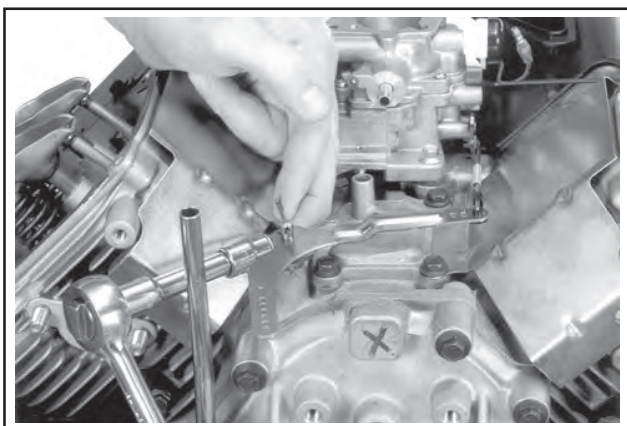

Abbildung 11-82. Dichtung und Anzug Reglerarm.
4. Einen Nagel in die Öffnung am Wellenende einstecken und die Welle so lange wie möglich **im Gegenuhrzeigersinn** drehen, dann die Sechskantmutter fest auf **6,8 N·m (60 Zoll lb)** anziehen. Siehe Abbildung 11-82.